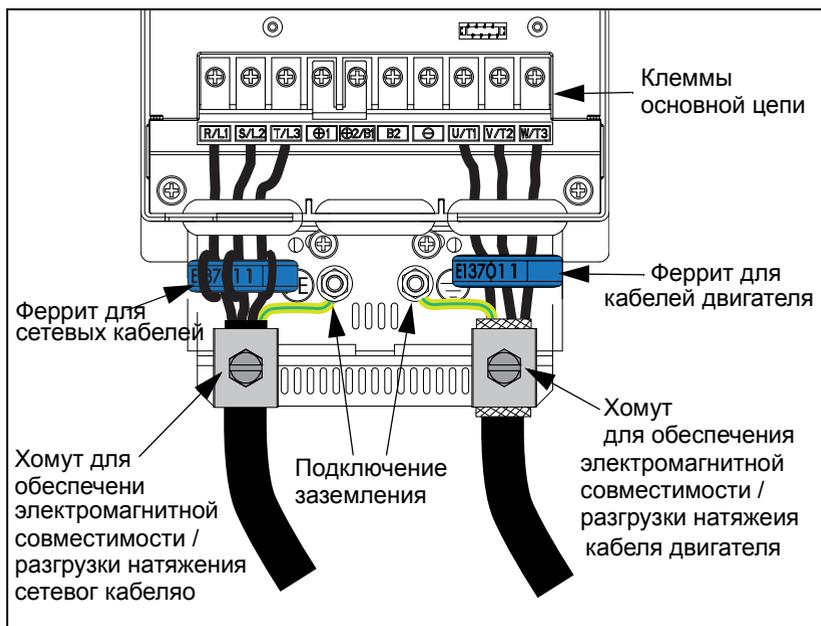

Fig. 8 Mains and motor cable connections
Подключите кабели двигателя и сетевого питания в соответствии с Рис. 8. Закрепите кабели с помощью хомутов для обеспечения электромагнитной совместимости / разгрузки натяжения.
- Подключите экран кабеля двигателя к хомуту в соответствии с Рис. 8.